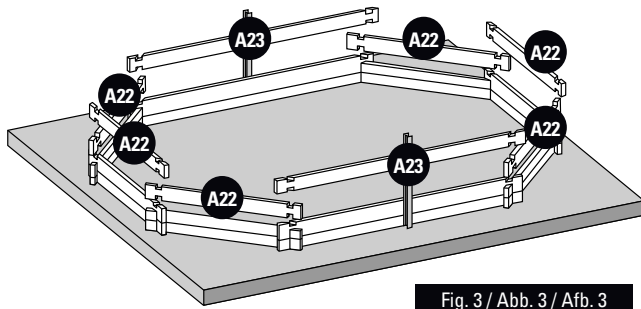

Fig. 3 / Abb. 3 / Afb. 3
- EN** **3rd LAYER OF BOARDS:** Install the third layer of boards as shown in figure 3. The position of the refilling fitting with the key and the skimmer should be defined at the start of the assembly (read the specific paragraphs).
- FR** **3^{ÈME} RANGÉE MADRIERS :** Positionnez les madriers de la 6ème rangée conformément à la figure 3. Vous devez avoir déterminé l'emplacement de la buse de refolement et du skimmer dès le début du montage (voir paragraphes spécifiques).
- DE** **3. BRETTERREIHE:** Platzieren Sie die Bretter der dritten Reihe laut Abb. 3. Zu Beginn der Montage müssen Sie die Lage des Druckventils und des Skimmers festlegen (lesen Sie hierzu die entsprechenden Abschnitte).
- NL** **3ª RIJ PLANKEN:** Plaats de planken van de derde rij zoals te zien is op afbeelding 3. U moet al bij aanvang van de montage bepalen op welke plaats het uitstroommondstuk en de skimmer moet komen (less de betreffende paragrafen).